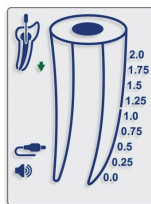
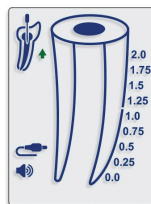

Fig. 5
Fig. 6
5.4.11. El movimiento de la lima dentro del conducto se refleja mediante las flechas de ABAJO (Fig. 5) y ARRIBA (Fig. 6) en pantalla.